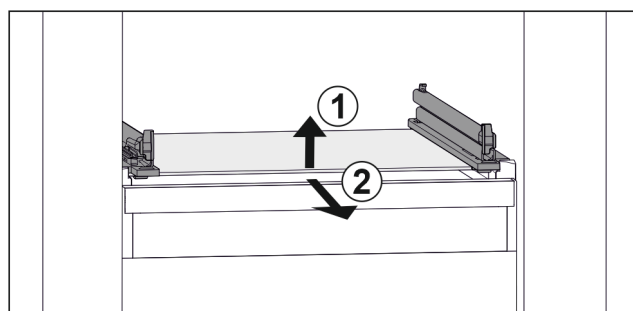

Fig. 88 Vejledende visning af glaspladen
- ▶ Løft glaspladen foran. Fig. 88 (1)
- ▶ Tag glaspladen ud fremefter. Fig. 88 (2)